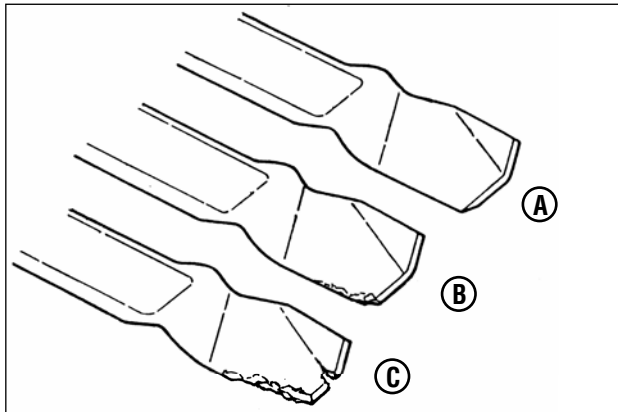

Figure 11 : Limites d'usure de lame standard
1. Vérifiez fréquemment l'état de la lame (**Figure 11**) et détectez d'éventuels signes d'usure ou de détérioration.
- (A) Lame neuve
- (B) Usure maxi, apparition d'encoches
- (C) Etat critique ! N'utilisez pas cette lame sur la tondeuse ! Remplacez la lame.